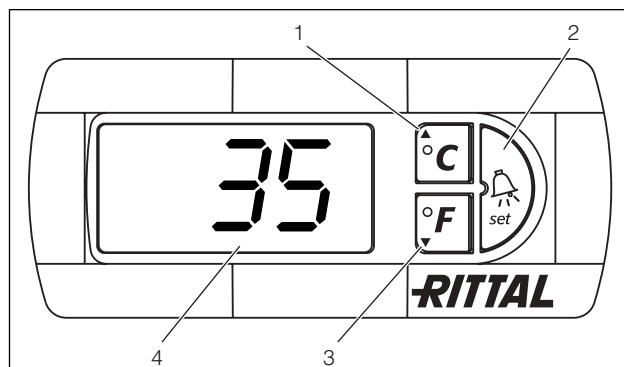

Fig. 38: Komfortcontroller
Comfortcontrolleren er udstyret med et 7-segments-display (fig. 38, nr. 4). Efter tilkobling af strømforsyningen vises først i ca. 2 sekunder den aktuelle softwareversion og derefter et forindstillet alternativ (f.eks. t10) eller temperaturen. I normal drift viser displayet både temperaturen (i grader Celsius eller Fahrenheit, kan omskiftes) og eventuelle fejlmeddelelser. Skabets interne temperatur vises normalt permanent. Hvis der foreligger en fejlmeddelelse vises denne skiftevis med temperaturvisningen.
Programmering af enheden foretages via knapperne 1 – 3 (fig. 38). De relevante parametre vises ligeledes på displayet.
- Knap 1 og 2 (fig. 38) holdes nede samtidigt i mindst 5 sek.
Med knapperne 1, 2 og 3 (fig. 38) kan 24 parametre redigeres inden for deres fastlagte intervaller (min.-maks. værdi).